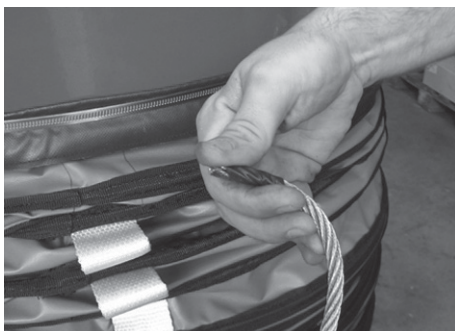

fig.18 Upper end of the lifting cable - *Oberes Ende des Hubseils*
14) Take the upper end of the lifting cable and forcibly bend the cable with the hand (Fig. 18).
14) Das obere Ende des Hubseils ergreifen und mit der Hand verbiegen (Abb. 18).
14) Prendre l'extrémité supérieure du câble de relevage et en forçant avec la main, plier le câble (fig. 18).
14) Prendere l'estremità superiore del cavo di sollevamento e facendo forza con la mano, piegare il cavo (fig. 18).